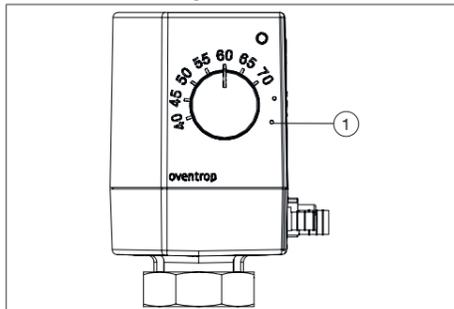

Fig. 2: Mode service
- Pour le démontage, vous devez positionner le moteur sur « mode service » (voir Fig. 2). Par cette manœuvre, le moteur remonte et le démontage est facilité.